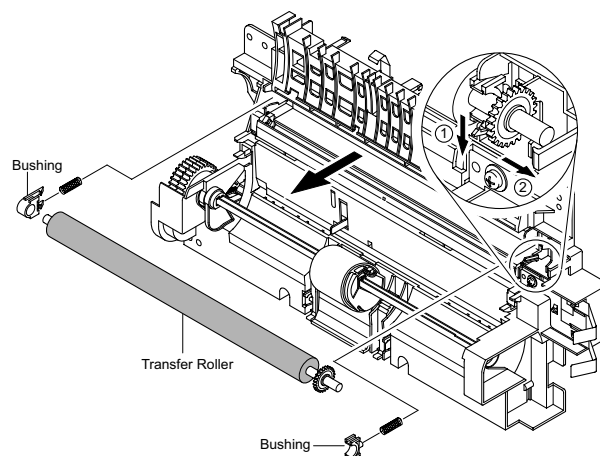

Рисунок 2
6. Снимите с рамы ролик переноса, рисунок 2.